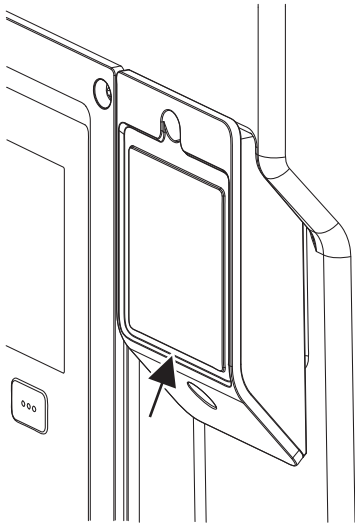

Fig. 28: Coperchio per modulo Wilo-Smart Connect BT
1. Allentare la vite del coperchio del modulo Wilo-Smart Connect (Fig. 28) e aprire il coperchio.
A causa della sua tipologia costruttiva, il modulo Wilo-Smart Connect BT può essere inserito in un solo allineamento. Non vi è alcun ulteriore fissaggio del modulo stesso. Il coperchio del modulo Wilo-Smart Connect (Fig. 28) sulla parte superiore del modulo elettronico mantiene saldamente il modulo nell'interfaccia.